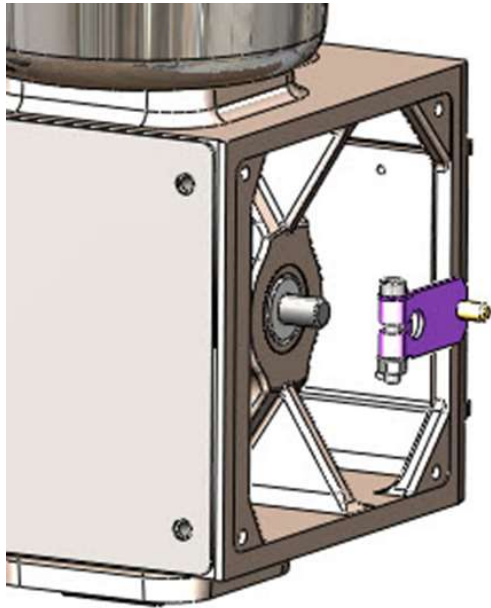
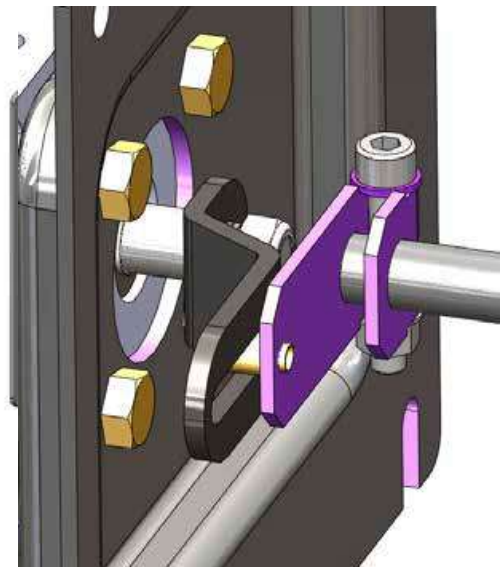

图 13: Maxflo 主动臂杆
图 16: Maxflo 连接效果
1. 将从动臂滑入轴上。将装有星型垫圈的螺栓插入主动臂，再装上第二颗星型垫圈及螺母。利用扳手将螺母拧紧，使主动臂与轴绞合，不要固定死，保持仍能转动。连杆机构正确定位后，再拧紧。请参照图 13 至图 16。